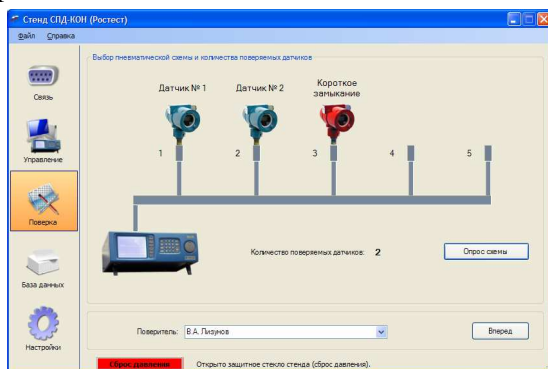

Рис.2 Определение количества подключенных поверяемых датчиков и пневматической схемы стенда.
1. Поиск подключенных датчиков (рис.2).